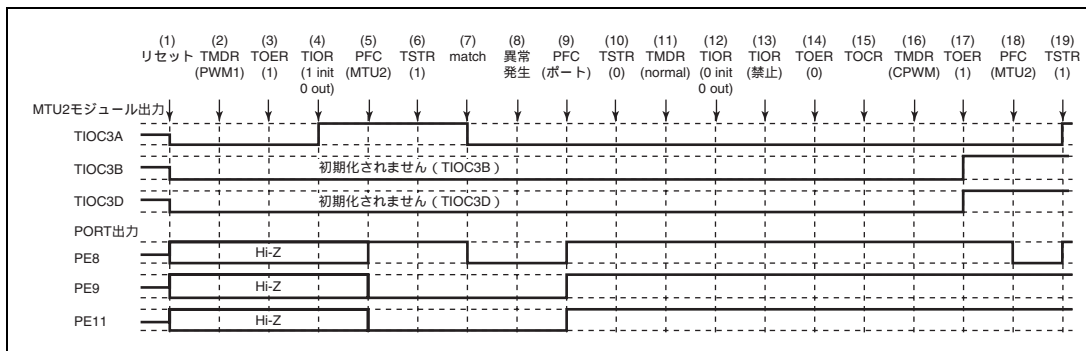

図 12.125 PWM モード 1 で異常が発生し、相補 PWM モードで復帰する場合
PWM モード 1 で異常が発生し、再設定後相補 PWM モードで再スタートする場合の説明図を図 12.125 に示します。
(1) ~ (14) は図 12.125 と共通です。
(15) TOCR でリセット同期 PWM の出力レベルと周期出力の許可禁止を選択してください。
(16) リセット同期 PWM を設定します。
(17) TOER でチャンネル 3、4 の出力を許可してください。
(18) PFC で MTU2 出力としてください。
(19) TSTR で再スタートします。